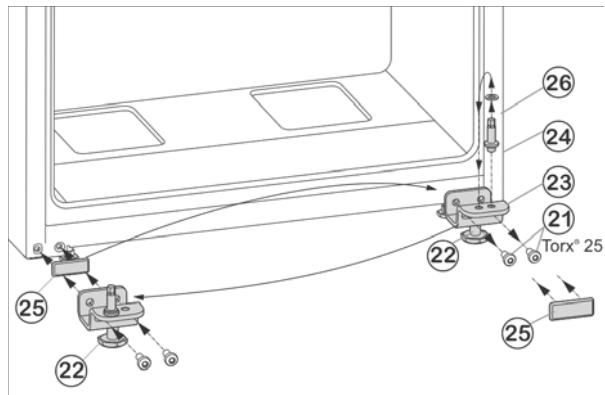

Fig. 7
- ▶ Открутите крепежные винты Fig. 7 (21).
- ▶ Снимите нижний опорный кронштейн Fig. 7 (23) вместе с опорным пальцем Fig. 7 (24), шайбой Fig. 7 (26) и регулируемой опорой Fig. 7 (22).
- ▶ Открутите опорный палец Fig. 7 (24) вместе с шайбой Fig. 7 (26) и, переставив в отверстие на противоположной стороне опорного кронштейна, снова прикрутите.
- Аккуратно снимите защитную пластины Fig. 7 (25) и переставьте ее на противоположную сторону.
- Прикрутите нижний опорный кронштейн Fig. 7 (23) вместе с опорным пальцем Fig. 7 (24), шайбой Fig. 7 (26) и регулируемой опорой Fig. 7 (22) с другой стороны шарнира **(с моментом 4 Нм)**, при необходимости используйте аккумуляторный шуруповерт.
- Установите нижнюю дверцу сверху на опорный палец Fig. 7 (24).
- Вставьте средний опорный кронштейн (13) с поворотом на 180° в нижнюю дверцу и прикрутите с помощью крепежных винтов (11)(2 шт. Torx® 25) на новую сторону шарнира **(с моментом 4 Нм)**.
- Снова установите пластиковую шайбу (10).
- Выверните регулируемую опору Fig. 7 (22) на нижнем опорном кронштейне Fig. 7 (23) до ее соприкосновения с полом.